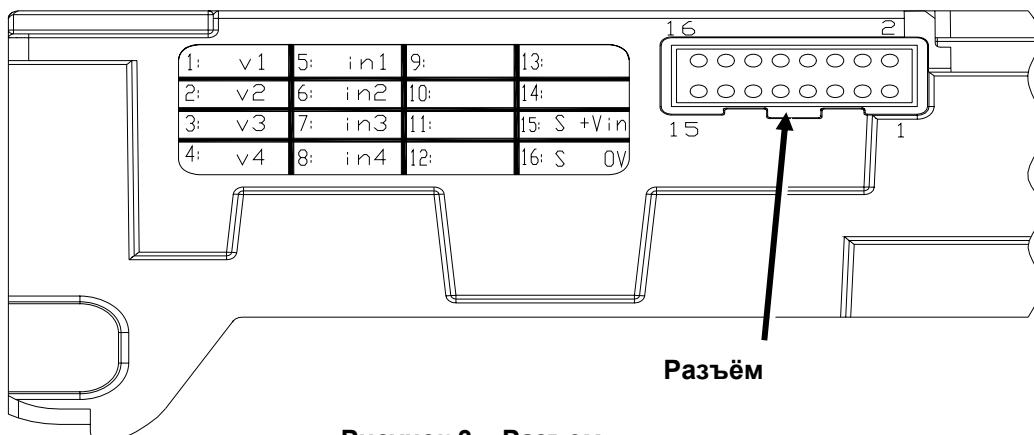

Рисунок 3 – Разъем
Разъем интерфейса у банкнотоприемника NV9 расположен на левой стороне прибора; он имеет 16 штырьков (см.Рисунок 3). Два из них используются для подачи питающего напряжения 0(B) и +12(B), пять служат для ввода и пять для вывода информации, четыре зарезервированы для использования в будущем. Примером разъема может служить изделие компании Molex, №: 39-51-2160